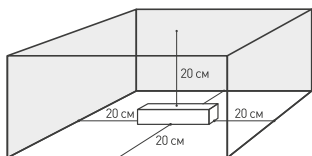
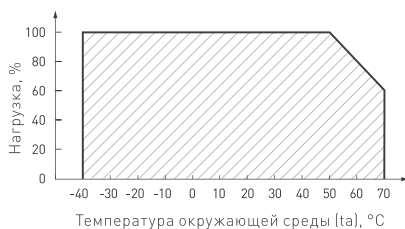

Рис. 1. Свободное пространство вокруг источника
Рис. 2. Максимальная допустимая нагрузка, % от мощности источника
- 4.3. Для естественной вентиляции обеспечьте свободное пространство вокруг источника питания не менее 20 см, как изображено на рис. 1. При невозможности обеспечить свободное пространство используйте принудительную вентиляцию. В случае установки в ограниченном пространстве (например, лайтбокс или профиль) необходимо обеспечить требуемый температурный режим источника питания согласно рис. 2.
- 4.4. Не нагружайте источник питания более чем на 80% от его максимальной мощности. Учитывайте, что с повышением температуры окружающей среды максимальная мощность источника питания снижается (см. график зависимости на рис. 2).